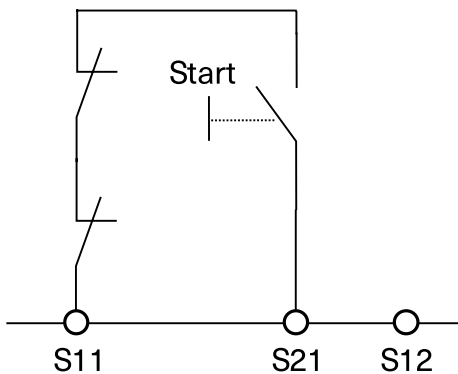
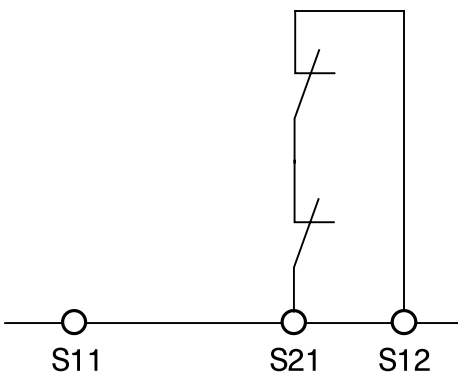

Abb. 13: Rückführkreis für überwachten manuellen Start. Der Rückführkreis überwacht Schütze oder Erweiterungsmodule
Abb. 14: Rückführkreis für automatischen Start. Der Rückführkreis überwacht Schütze oder Erweiterungsmodule
- 3. Rückführkreis** Werden externe Schütze oder Erweiterungsmodule verwendet, schließen Sie diese gemäß Abb. 13 bzw. Abb. 14 an.